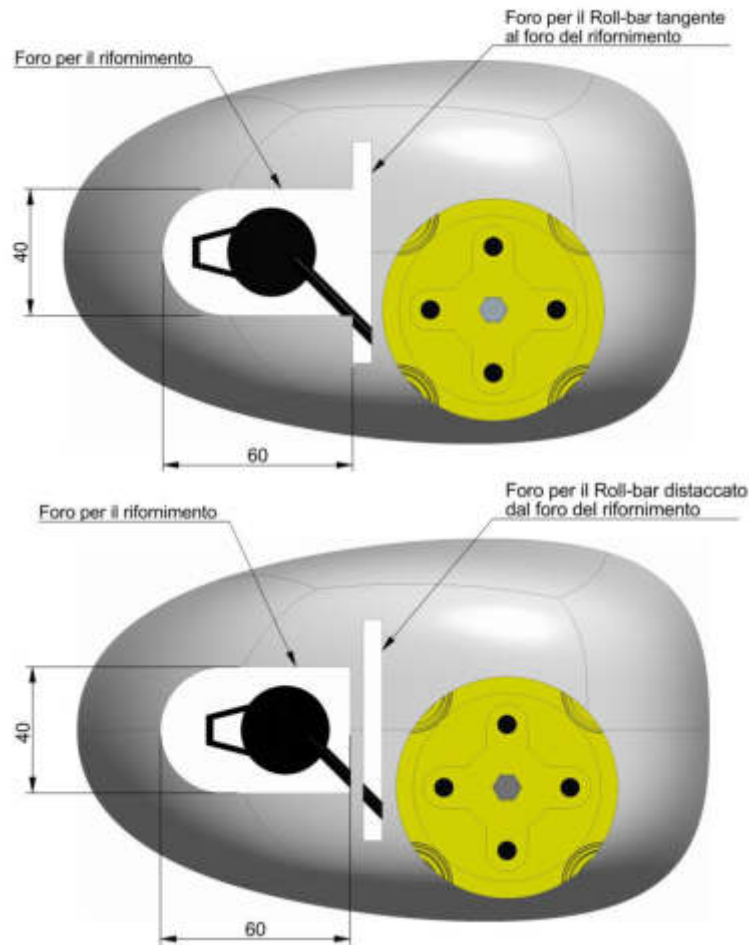

Figura 15: Disposizioni consentite per il foro del Roll-bar
- Foro con diametro massimo di 50,0 mm oppure 40,0 mm x 60,0 mm (si veda la Figura 15 di pag. 47) per bocchettone rifornimento;